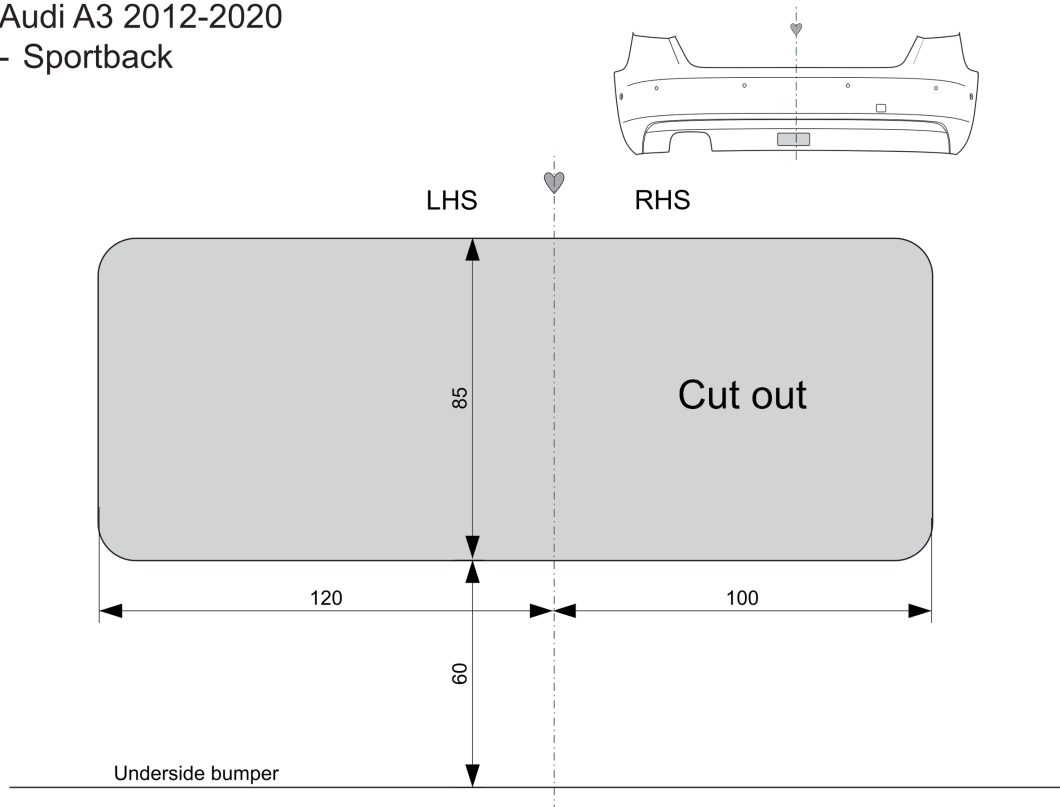

Fig. 9
13. Serrar las partes indicadas en la fig 9,10,11,12,13,14,15,16,17,18,19,20.